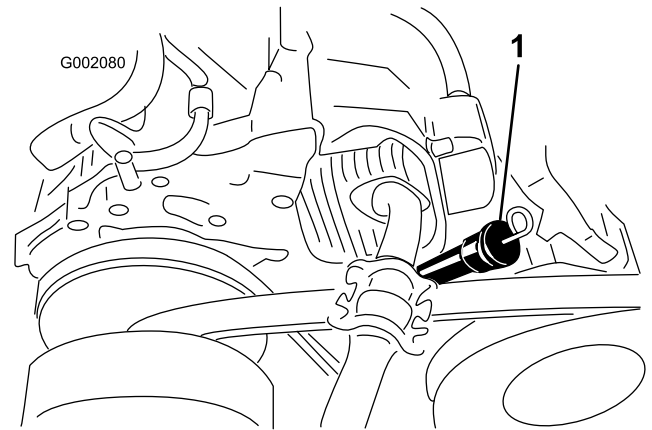
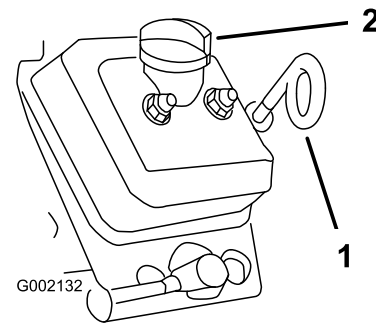

図 10
図 11
2. ディップスティック（モデル 07266/TCでは図 10、モデル 07273/TCでは図 11）を外したときによごれがエンジン内部に落ちないように、まわりの汚れをきれいにぬぐう。